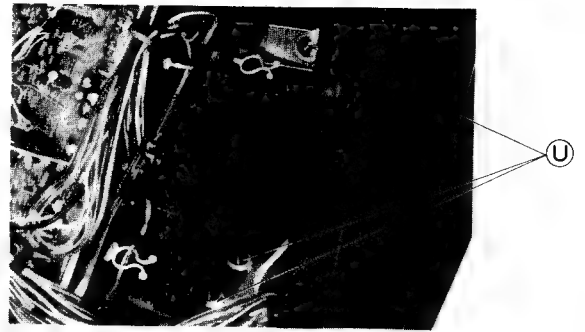

Fig. 18 Abb. 18
- a. Remove 3 screws (U) in fig. 18. (Right side)
- a. Die 3 Schrauben (U) in Abb. 18 entfernen. (Recht Seite)